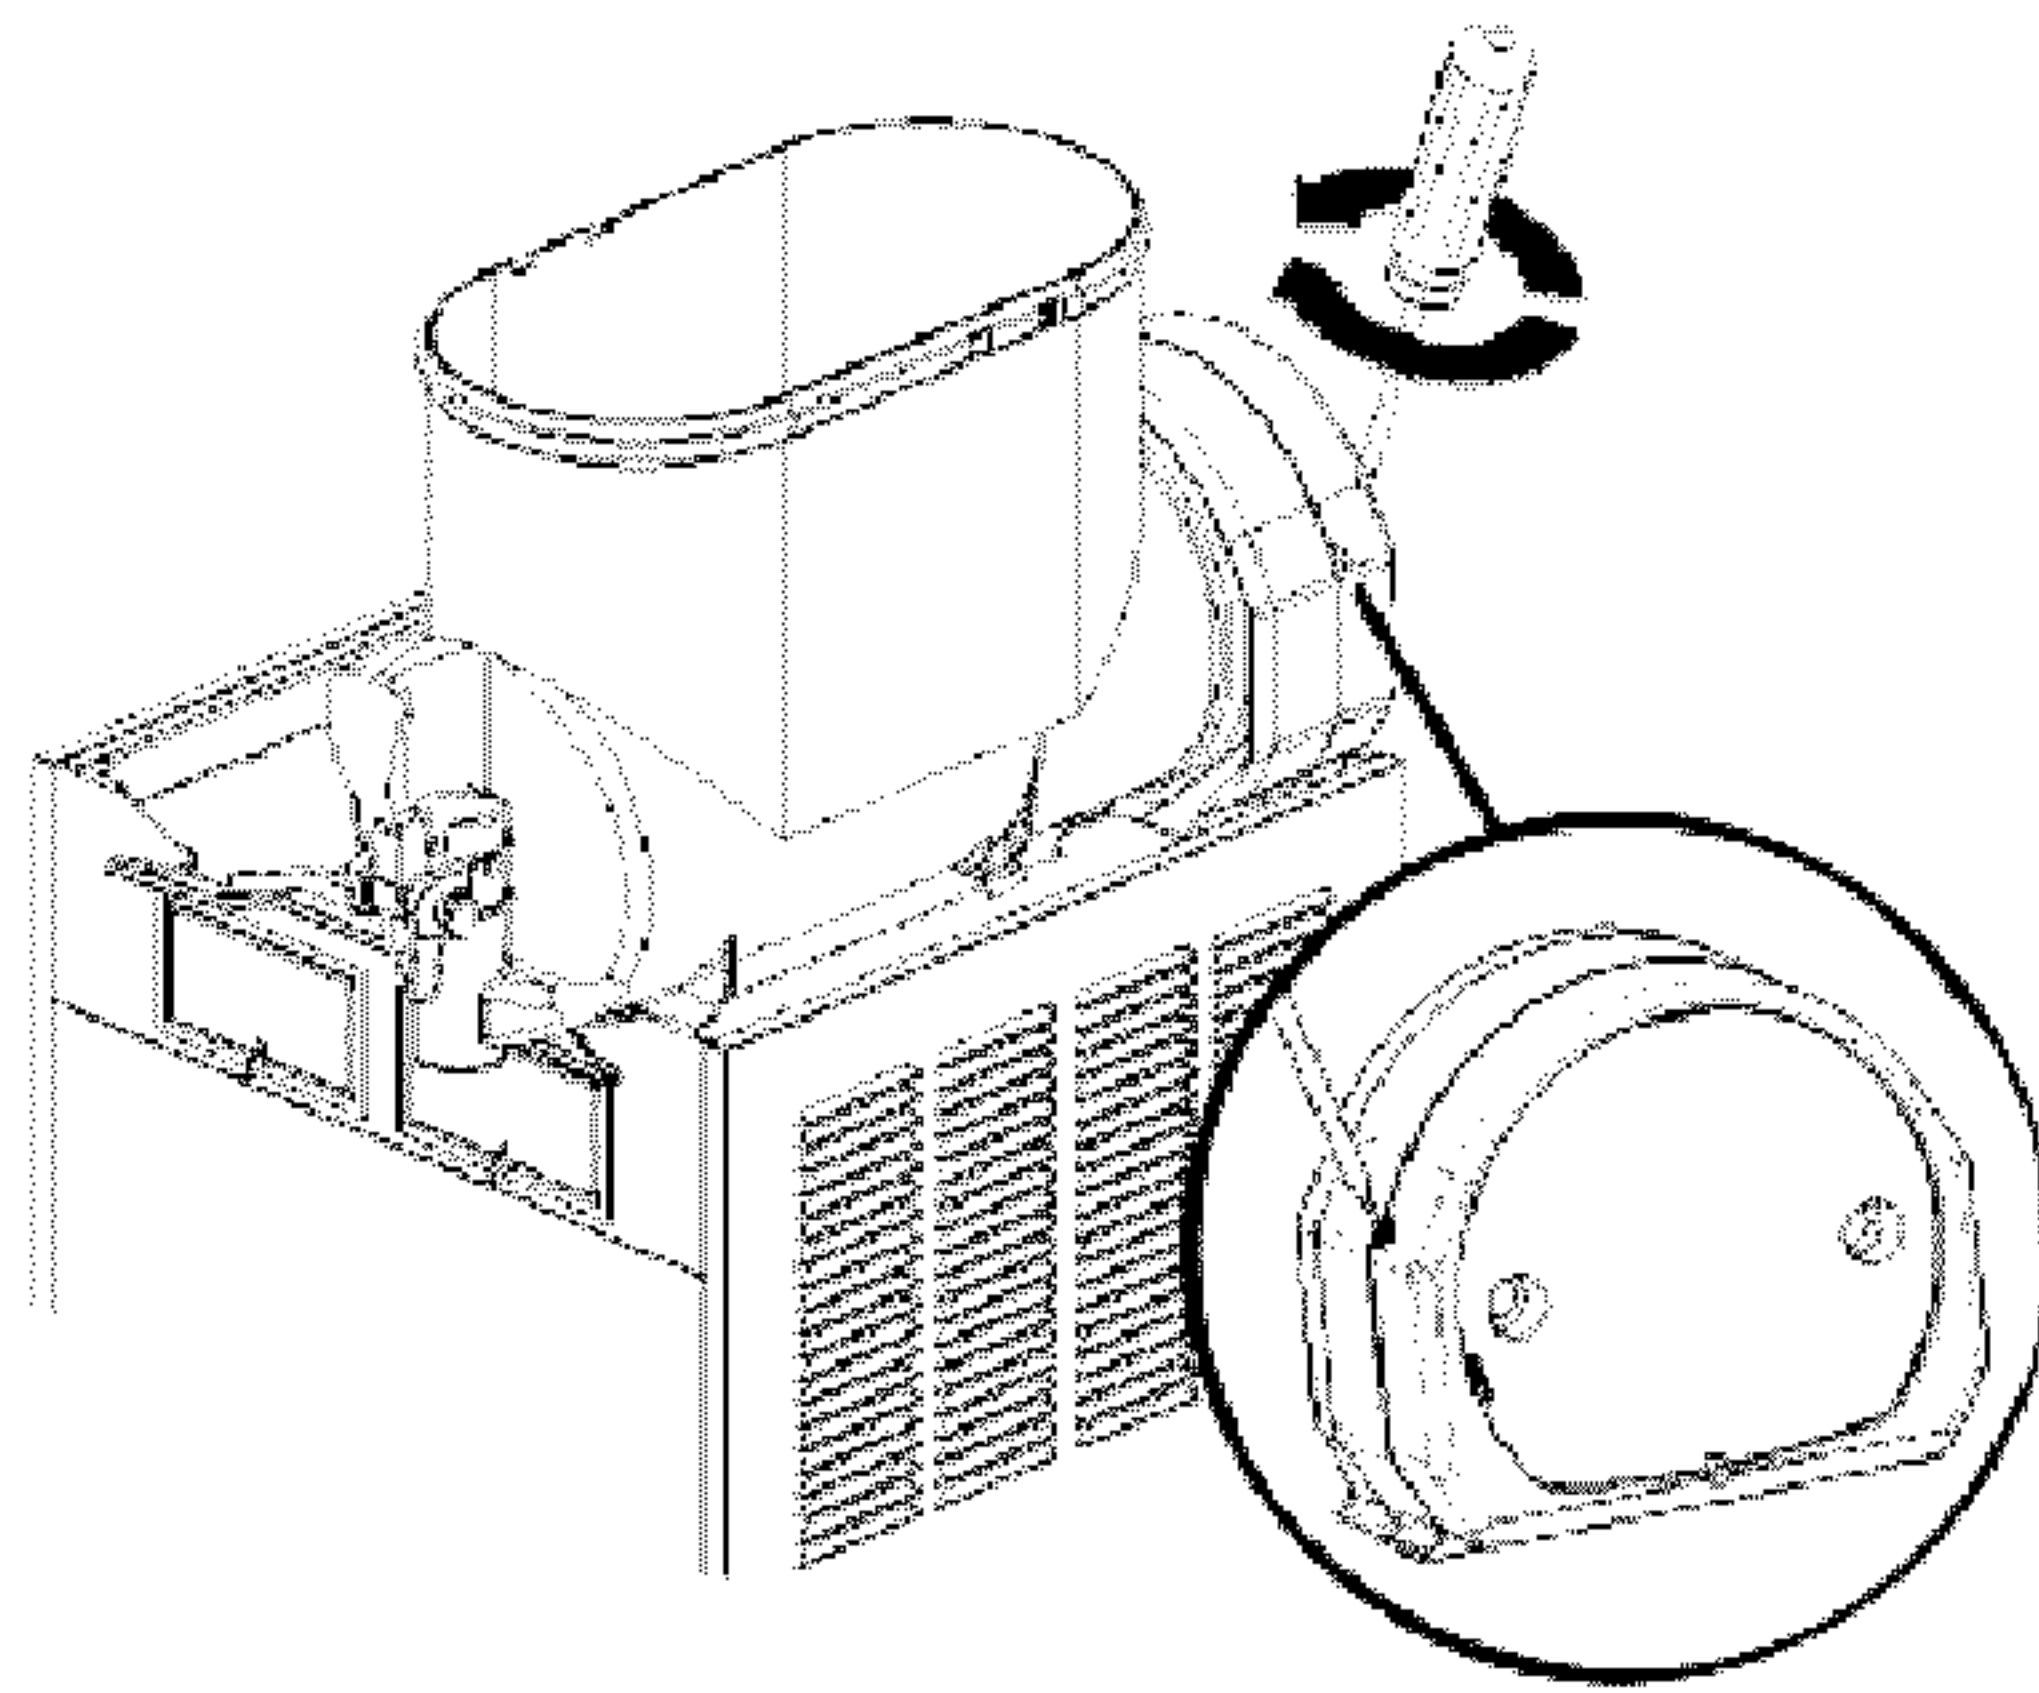

Рисунок 5
**1 Регулировка густоты граниты:** надлежащая густота граниты предварительно устанавливается на заводе изготовителе. Для изменения густоты, если это необходимо, используйте стандартную отвертку, чтобы повернуть регулировочный винт, расположенный на задней стенке каждого контейнера и выполните следующее (смотрите рисунок 5):